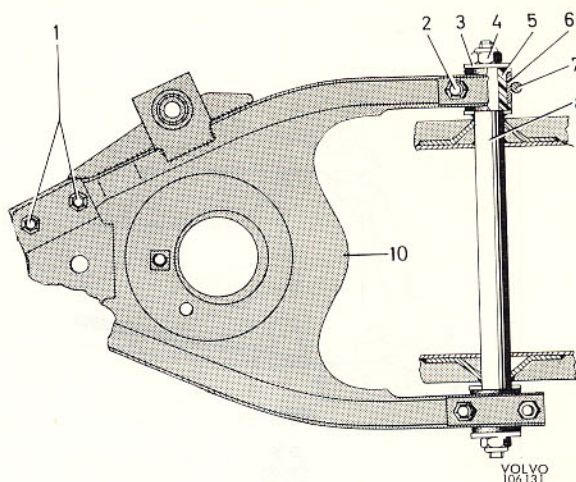
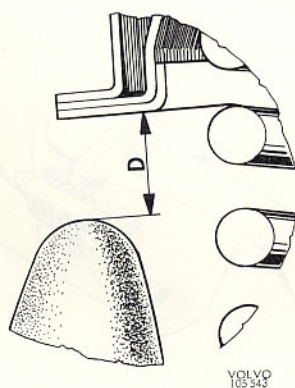

Bild 31. Nedre länkarm, tid. utf.
Bild 32. Monteringsläge
2. Skruva av muttrarna (2, bild 31) och ta bort kramporna (7). Demontera muttrar (4) och brickor (3).
3. Placera en domkraft under nedre länkarmen innanför fjädern och lyft så mycket att bussningarna går fria. Dra av bussningar (5) och hylsor (6).
4. Stryk såplösning på gummbussningar (5) och hylsor (6) och montera dem på länkarmsaxeln (8). Montera brickorna (3) och muttrarna (4). Vid åtdragning av muttrarna bör länkarmens yttre del lyftas så att avståndet mellan gummi-bufferten och framaxelbalken blir ungefär 40 mm (mått D bild 32). Åtdragningsmoment 5,5—6,2 kpm (40—45 ft.lb.).
5. Sänk ned länkarmen och montera krampor (7, bild 31) och muttrar (2). Dra muttrarna med ett moment av 2—2,5 kpm (14—18 ft.lb.).
5. Montera skruven (3). Se därvid till att den minsta brickan (1) placeras närmast skruvskallen.
6. Sätt på den stora brickan (5) och muttern (6), som inte får dras åt.
7. Sänk ner domkraften och placera den under länkarmen vid fjäderns ytterkant. Lyft försiktigt tills avståndet mellan gummibufferten och framaxelbalken (mått D bild 32) är ca 40 mm. Dra åt muttern (6 bild 15) i detta läge.
4. Placera en domkraft under nedre länkarmen mitt under fjädern. Hög domkraften tills övre länkarmens gummibuffert (3) friläggs.
7. Tid. utf. Demontera muttrarna (2 bild 31) och kramporna (7) vid inre fästet varefter länkarmen kan lyftas bort.
För båda utf. gäller att avståndet mellan gummibuffertens topp och framaxelbalken (mått D bild 32) skall vara ca 40 mm vid åtdragning av muttrarna (4, bild 31) resp. muttern (6 bild 15) för länkarmens inre infästning. Beträffande stötdämpare observeras att ett flertal utförande förekommer med olika anvisningar för åtdragning av muttrar, se "Montering av stötdämpare" avd. 7. Efter montering kontrolleras och ev. justeras hjulvinklarna, se under "Hjulinställning".